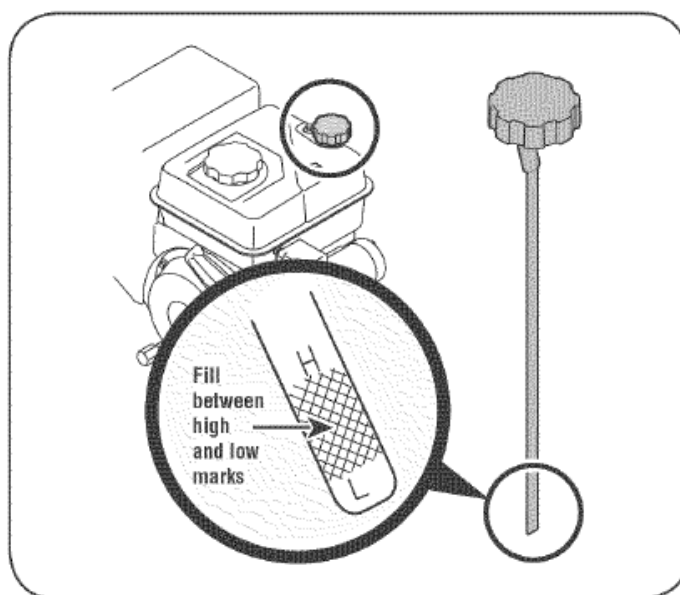

Рисунок 12
3. Отвинтите и снимите крышку маслозаливной горловины. Посмотрите на уровень масла: если следы от масла на щупе находятся ниже отметки «L» (добавьте), медленно долейте масло так, чтобы его уровень достиг отметки «F» (полный). См. рис. 12.